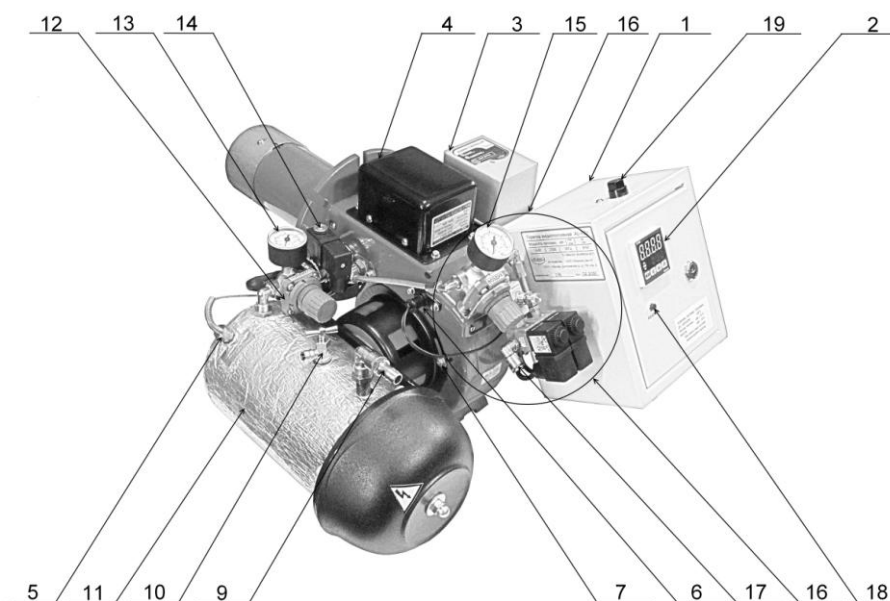
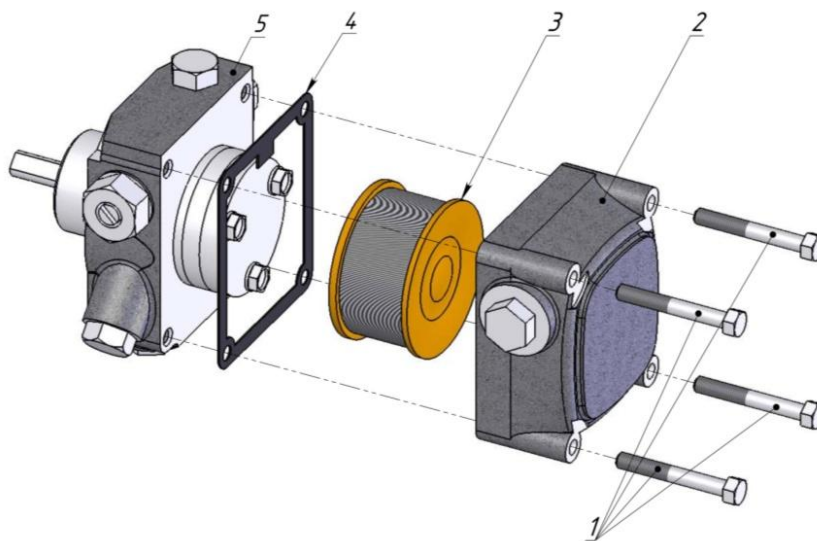
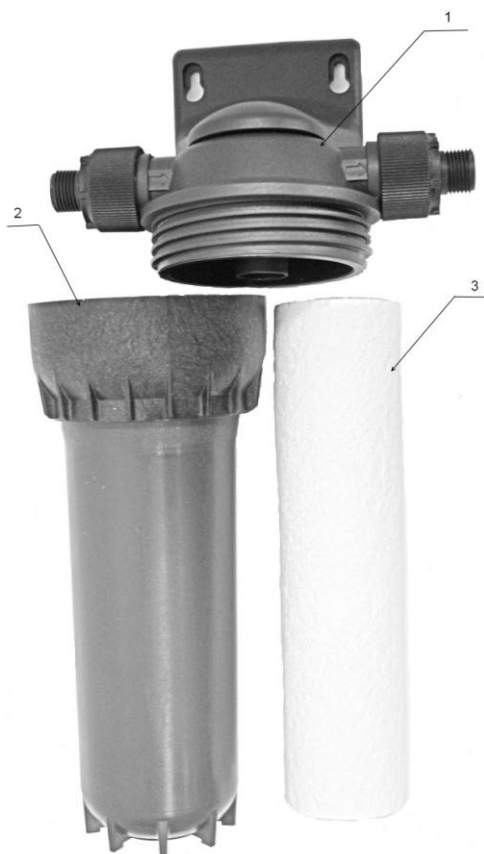

Рис.7. Органы управления и узлы контроля параметров Горелки.
Рис. 17. Схема разборки насоса
Рис.18. Фильтр тонкой очистки топлива.
Температурный контроллер используется для точного поддержания оптимальной температуры от 20 до 71°C топлива в подогревателе топлива (Рис. 7, поз. 2) и подачи команды запуска Горелки на топочный автомат (AL1) гаснет при достижении температуры масла на 6°C менее заданной.
Регулировка давления топлива для одноступенчатых Горелок осуществляется регулятором давления топлива (Рис. 7, поз. 12). Давление контролируется по манометру (Рис. 7 поз.13). Для Горелки AL-4V давление топлива должно находиться в пределах от 0,05 до 0,45 бар. Для Горелки AL-10V давление топлива должно находиться в пределах от 0,05 до 0,45 бар.
Для регулировки вторичного воздуха (Рис.7 поз.7) для одноступенчатых Горелок установите положение воздушной заслонки в положение от 0 до 10 (Рис. 12)
После того как температура в подогревателе топлива (Рис. 7, поз. 11) стала на 6 °С ниже заданной на температурном контроллере (Рис. 8) выключается AL-1 и подается команда на включение Горелки. На блоке управления Горелкой загорается зеленый индикатор «Сеть» (POWER) и Горелка находится в режиме ожидания, готовая к запуску.
3.4.7 Индикатор АВАРИЯ (Рис.7 поз.18)
Для предотвращения данной ситуации, в огневой трубе установлен температурный датчик, отключающий горелку при достижении температуры 90 °С. При этом светится индикатор АВАРИЯ (Рис.7 поз.18) . Для сброса сигнала АВАРИЯ, открутите декоративный колпачок (Рис.7 поз.19) и нажмите кнопку СБРОС АВАРИИ, ее нужно утопить на 1-2 см до щелчка, после чего индикатор АВАРИЯ погаснет.
3.5.2. Заполните топливом всасывающий трубопровод, насос, фильтр и топливный бак Горелки. Для чего в комплекте топливного насоса предусмотрен кабель (Рис.14 поз.6) с вилкой прямого питания от сети 220 В, соедините кабель (поз.6) с разъемом топливного насоса (поз.2). На топливном баке Горелки есть кран сброса воздуха (Рис. 7, поз. 10). Подключите топливный насос напрямую к сети 220 В и откройте кран сброса воздуха. Через шланг начнет стекать масло с пузырьками воздуха. Когда воздух будет полностью удален, закройте кран. Питание насоса подключите по постоянной схеме.
ВНИМАНИЕ! Перед подачей напряжения на Горелку обязательно заполните топливный бак Горелки (Рис.7 поз.11). В противном случае существует опасность выхода из строя ТЭНов топливного бака.
- следить за давлением топлива манометр (Рис.7 поз. 13), подаваемого на форсунку;
- при падении давления топлива манометре на 0,05 бар (Рис.7 поз.13) проверить состояние фильтра насоса (Рис.17) выполнить очистку фильтра топливного насоса п.4.5.1, произвести замену фильтрующей вставки (Рис.18) фильтра тонкой очистки п.4.5.2;
5. Проверка работы топливного насоса (Рис. 17).
7. Проверка загрязнения фильтра топливного насоса (Рис.17) и фильтра тонкой очистки (Рис.18).
| 3 | Замена картриджа фильтра тонкой очистки Рис.18 поз.3 | Ежемесячно | Дать картриджу пропитаться не менее 20 минут. |
Для выполнения технического обслуживания топливного насоса (Рис. 17) необходимо открутить 4 болта 1, снять крышку насоса 2 и прокладку 4, провести еженедельный регламент работ по очистке фильтра 3.
Для сборки насоса (Рис. 17) необходимо установить прокладку насоса 4 на нагнетательный узел 5, фильтр 3 установить в крышку 2, все смонтировать болтами 1 в соответствующие пазы корпуса насоса.
4.5.2 Обслуживание фильтра тонкой очистки заключается в замене фильтрующих вставок из полипропилена, размер 10", фильтрующая способность 20 мкм. Для замены отверните колбу фильтра (Рис.18 поз.2), от корпуса фильтра (Рис. 18 поз.1) , замените фильтрующую вставку (Рис.18 поз.3), установите колбу на место.